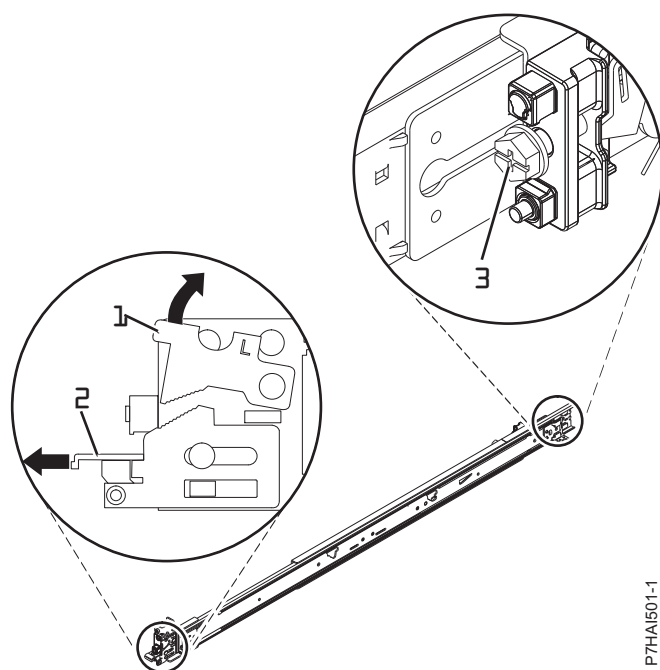

Figura 19. Abrindo a Trava Frontal e Removendo o Parafuso Traseiro
2. Empurre para cima a aba de travamento (1) na parte frontal e retire a trava frontal (2) na parte frontal do trilho. Em seguida, remova o parafuso da parte traseira do trilho (3). Para obter detalhes, consulte Figura 19.